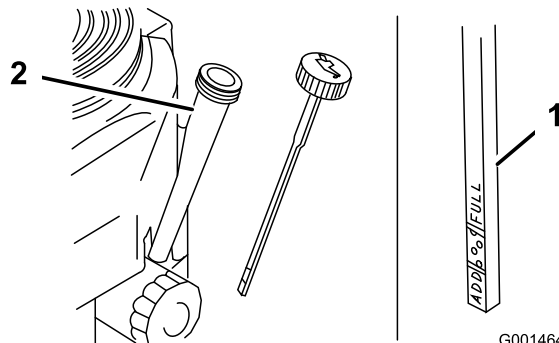

Bild 16
3. Reinigen Sie den Bereich um den Ölpeilstab (Bild 16).
4. Nehmen Sie den Ölpeilstab heraus und wischen das Ende ab (Bild 16).
5. Schieben Sie den Peilstab ganz in das Peilstabrohr, drehen Sie ihn jedoch nicht in den Einfüllstutzen (Bild 16).
6. Ziehen Sie den Peilstab wieder heraus und prüfen Sie das Stabende. Der Ölstand sollte zwischen der Nachfüll- und Voll-Markierung sein (Bild 16).